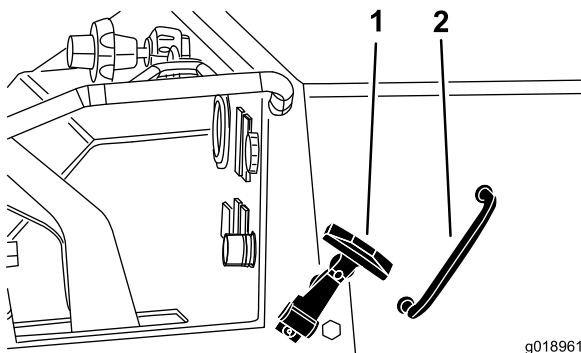

Figure 15
1. Tirez l'attache en caoutchouc de chaque côté du capot pour la dégager du support sur le capot (Figure 15).